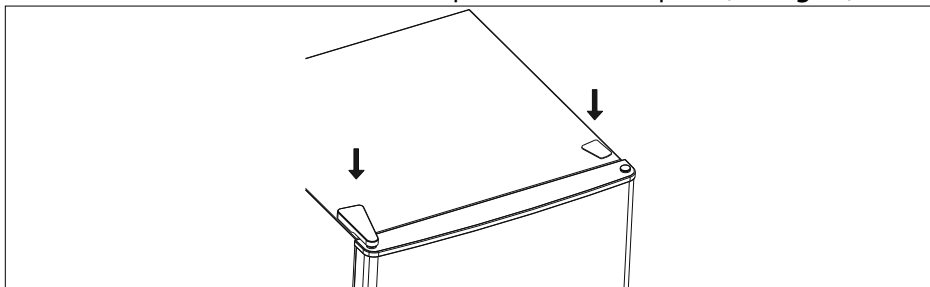

Fig. 10
- ▶ Remettez le cache-charnière et les capuchons de vis en place (voir **fig. 10**).